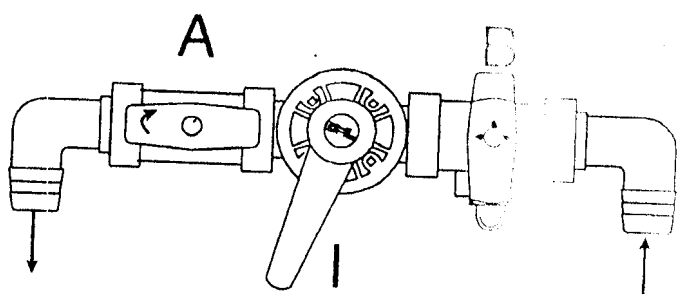

Fig. 3
2. Предварительно промойте установку чистой водой: держите рукоятку реверсивного крана на трехходовом кране (А), оставьте двухходовой кран открытым и установите трехходовой кран (В) как показано на рис.3.